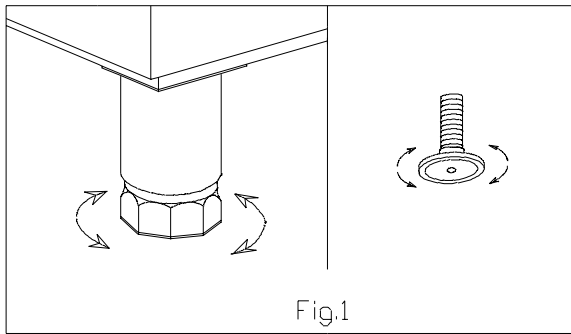

Fig.1
- b) Nivelar y regular la altura del aparato (Fig. 1).